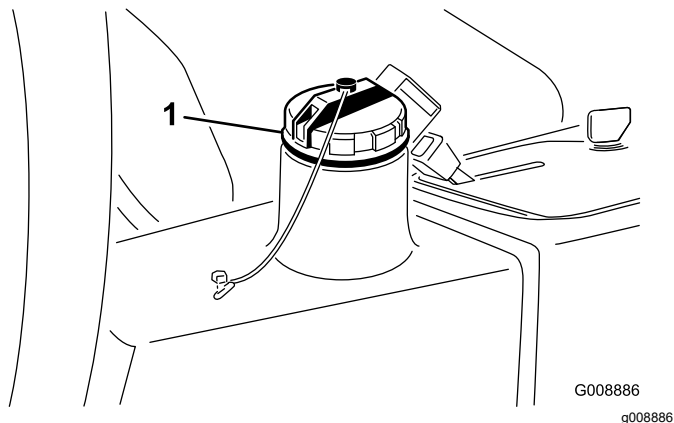

Рисунок 80
2. Очистите зону вокруг заливной горловины и крышки гидравлического бака (Рисунок 80).